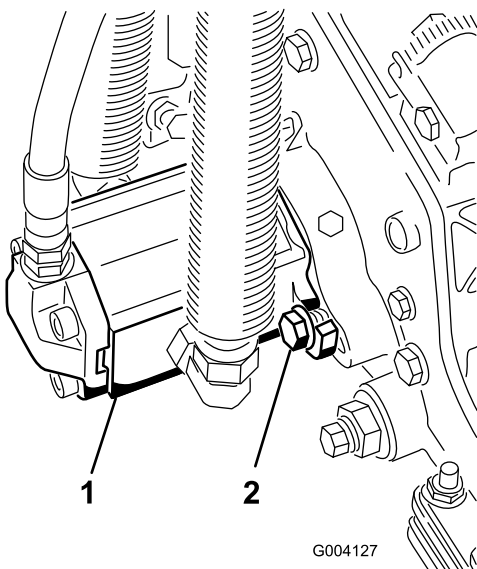

Figure 14
16. Montez le moteur en le tournant dans le sens horaire jusqu'à ce que les brides passent les boulons (Figure 14). Tournez le moteur dans le sens antihoraire jusqu'à ce